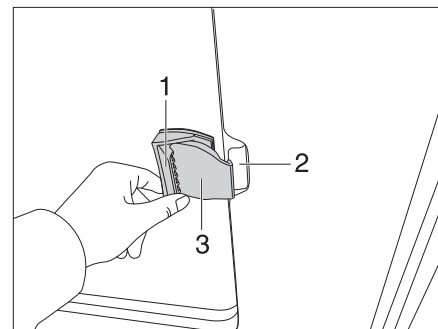

Bild 64 Schiebefenster ohne Verriegelung
- Griffklappe (Bild 64,1) ziehen und Griff gleichzeitig nach vorn schieben oder ziehen.